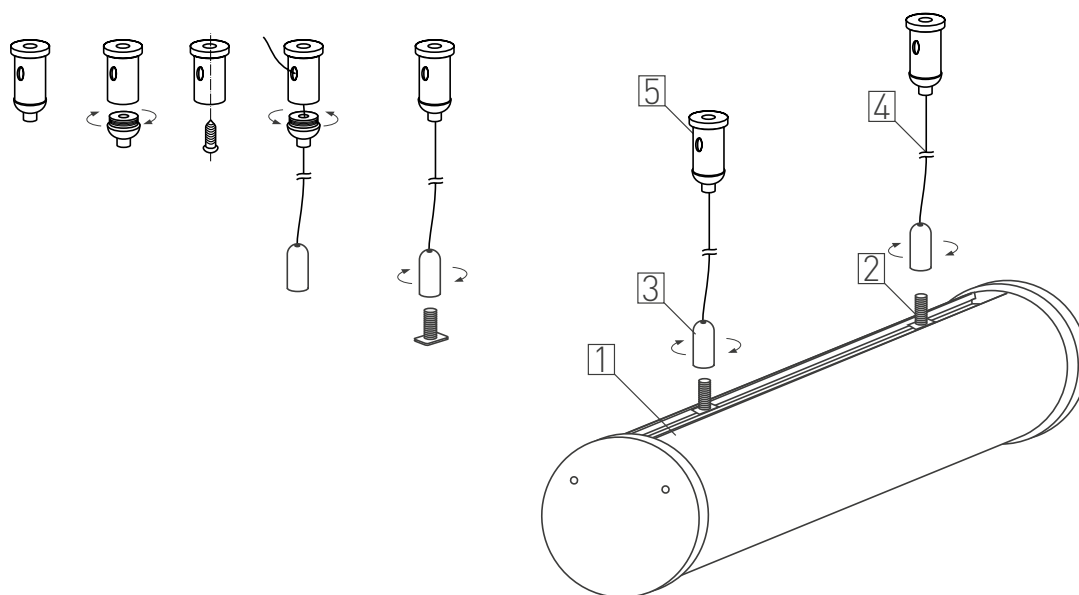

Рис. 2. Установка и подключение светильника
- Извлеките светильник (1) из упаковки и убедитесь в отсутствии механических повреждений.
- Закрепите на поверхности цанговый зажим (5), как показано на рис. 2.
- Проденьте трос (4) в цанговый зажим и отрегулируйте желаемую длину подвеса.
- Наверните резьбовую втулку троса (3) на закладной винт (2) светильника и плотно закрутите от руки.